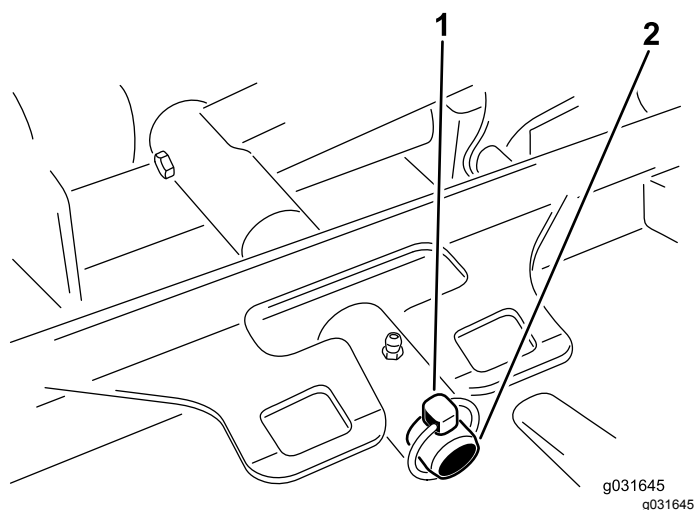

Рисунок 69
3. Снимите штифт с кольцом или крепежную гайку, с помощью которых несущая рама деки крепится к шарниру подъемного рычага (Рисунок 69).
3. Наденьте несущую раму деки на шарнирный палец подъемного рычага и закрепите ее при помощи штифта с кольцом и крепежной гайки (Рисунок 69).